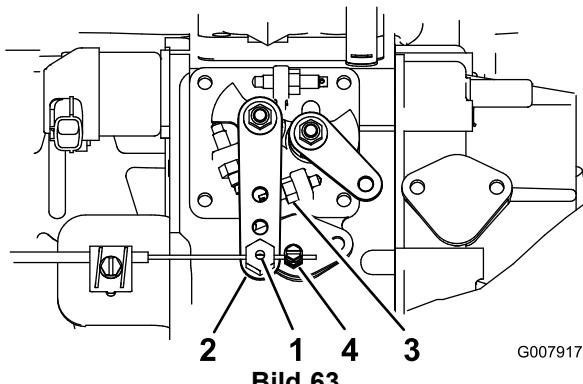

Bild 63
- Lockern Sie den Anschluss des Gaszugs neben dem Hebel der Einspritzpumpe (Bild 63).
- Halten Sie den Hebel der Einspritzpumpe gegen den Anschlag für den hohen Leerlauf (Bild 63).